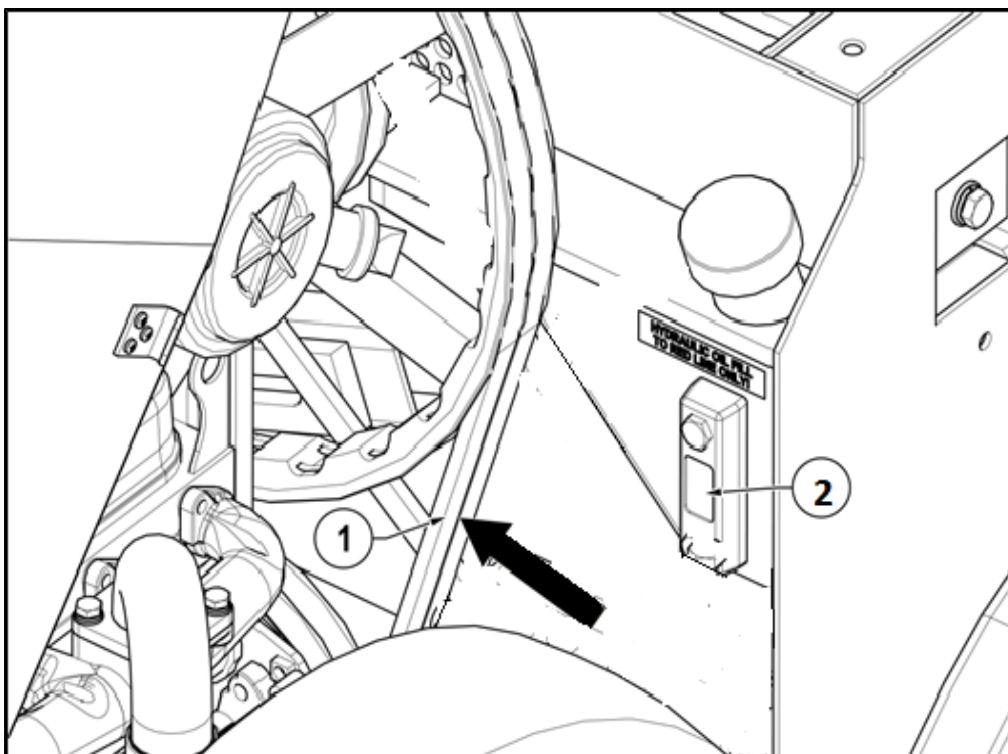

Abbildung 17
Alle Antriebsriemen befinden sich unter der Motorabdeckung, siehe Abbildung 13 und Abbildung 14. Prüfen Sie die Spannung an den mit den Pfeilen dargestellten Positionen, siehe Abbildung 17. Prüfen Sie die Spannung und stellen Sie sie wie folgt ein:
2. Drehen Sie die Einstellmutter oder -schraube und spannen Sie den Riemen, bis eine Spannung von 4,5 kg die längste Spanne in der Mitte um 6 mm ablenkt (siehe Abbildung 17). Kann durch festes Greifen des Riemens zwischen Finger und Daumen und durch Verdrehen angeglichen werden. Der Riemen sollte sich um nicht mehr als 90° drehen können.